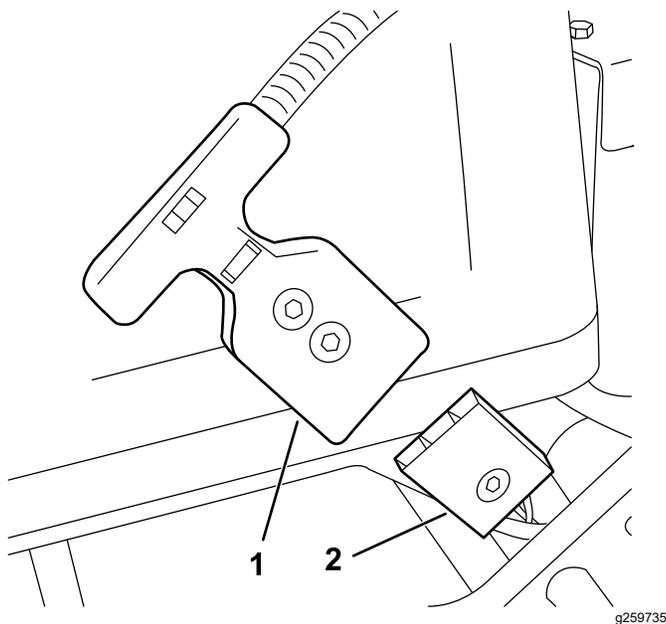

Рисунок 33
4. Отсоедините разъем с Т-образной рукояткой главного жгута проводов от главного разъема питания на основании аккумулятора (Рисунок 33).
4. Подсоедините Т-образную рукоятку к разъему блока аккумуляторных батарей (Рисунок 33).